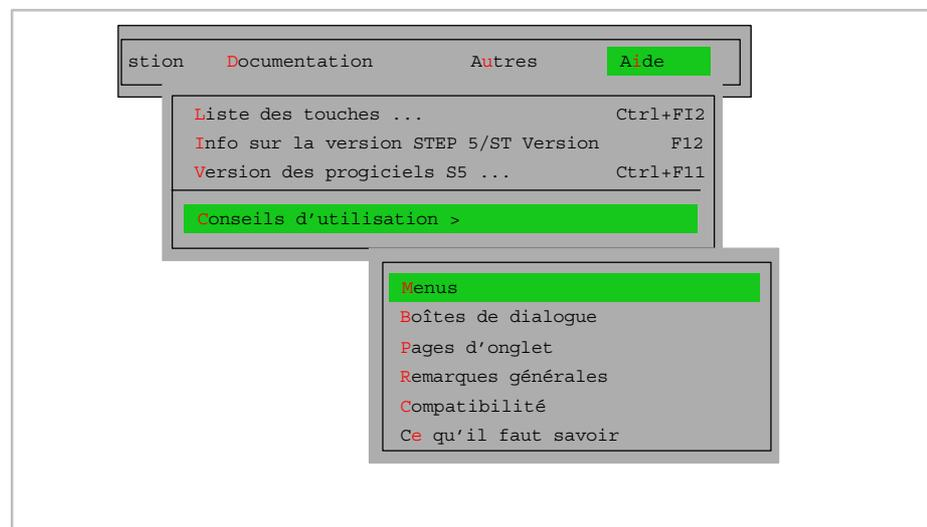

Figure 3-3 Menu Aide
- **Rubriques d'aide** : voir figure 3-3.
- Utilisation de l'aide : commande **Aide > Conseils d'utilisation** (voir figure 3-3) ou bouton **< Aide Maj+F8 >**